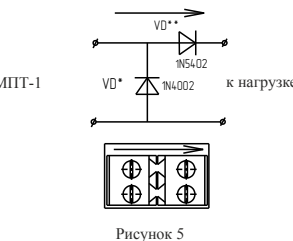

Рисунок 5
- 5.20 Для обеспечения контроля целостности выходных цепей в разрыв выходной цепи непосредственно к нагрузке должны быть подключены диоды или устройство подключения нагрузки (далее – УПН) (Рисунок 5).
- 5.21 Устройство подключения нагрузки состоит из аналогичных диодов, установленных на плату с клеммными колодками (Рисунок 5).